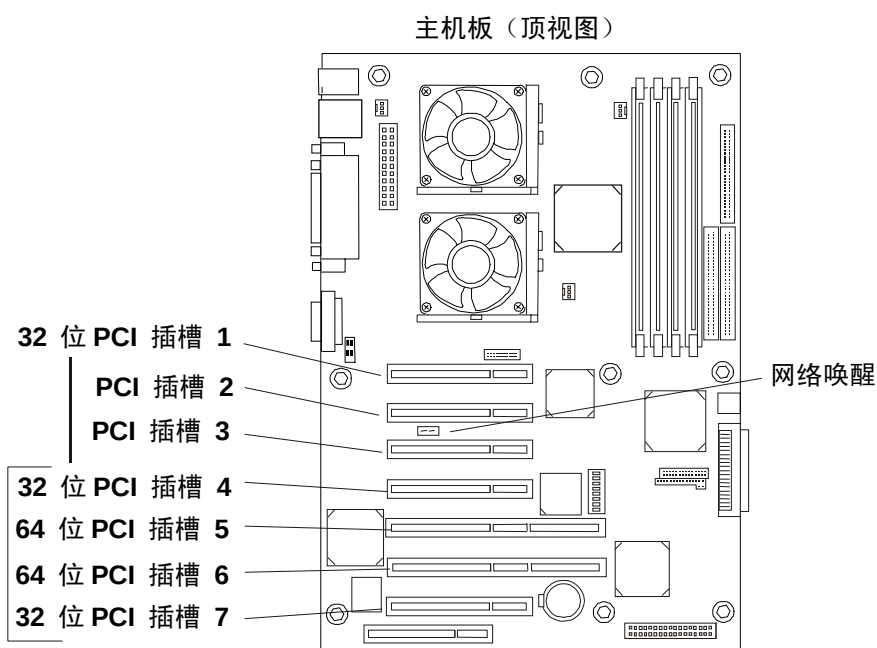

图 5-1. 附件插槽
选择主机板上的 PCI 插槽时，您应该考虑 NetServer 的引导优先级（BIOS 搜索引导驱动器的顺序）。如果您要安装的插件板需要较早的引导顺序编号，则这一点非常重要。插件板的引导优先级取决于该插件板在引导顺序中的插槽位置。请参见图 5-1。
6. 确认要使用的附件插槽编号。 请参见图 5-1。
注 有关图 5-1 中未显示的连接，请参阅附录 A “规范”中的“主机板布局”。